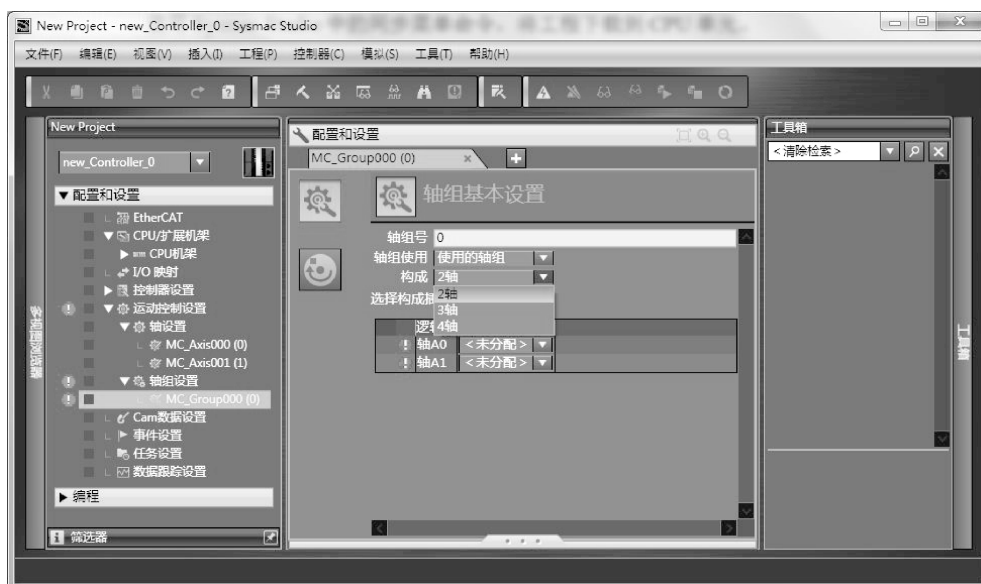

图 7-21 2 轴的构成
3) 在“构成”对话框选择轴组的构成，图 7-21 中为 2 轴的构成。